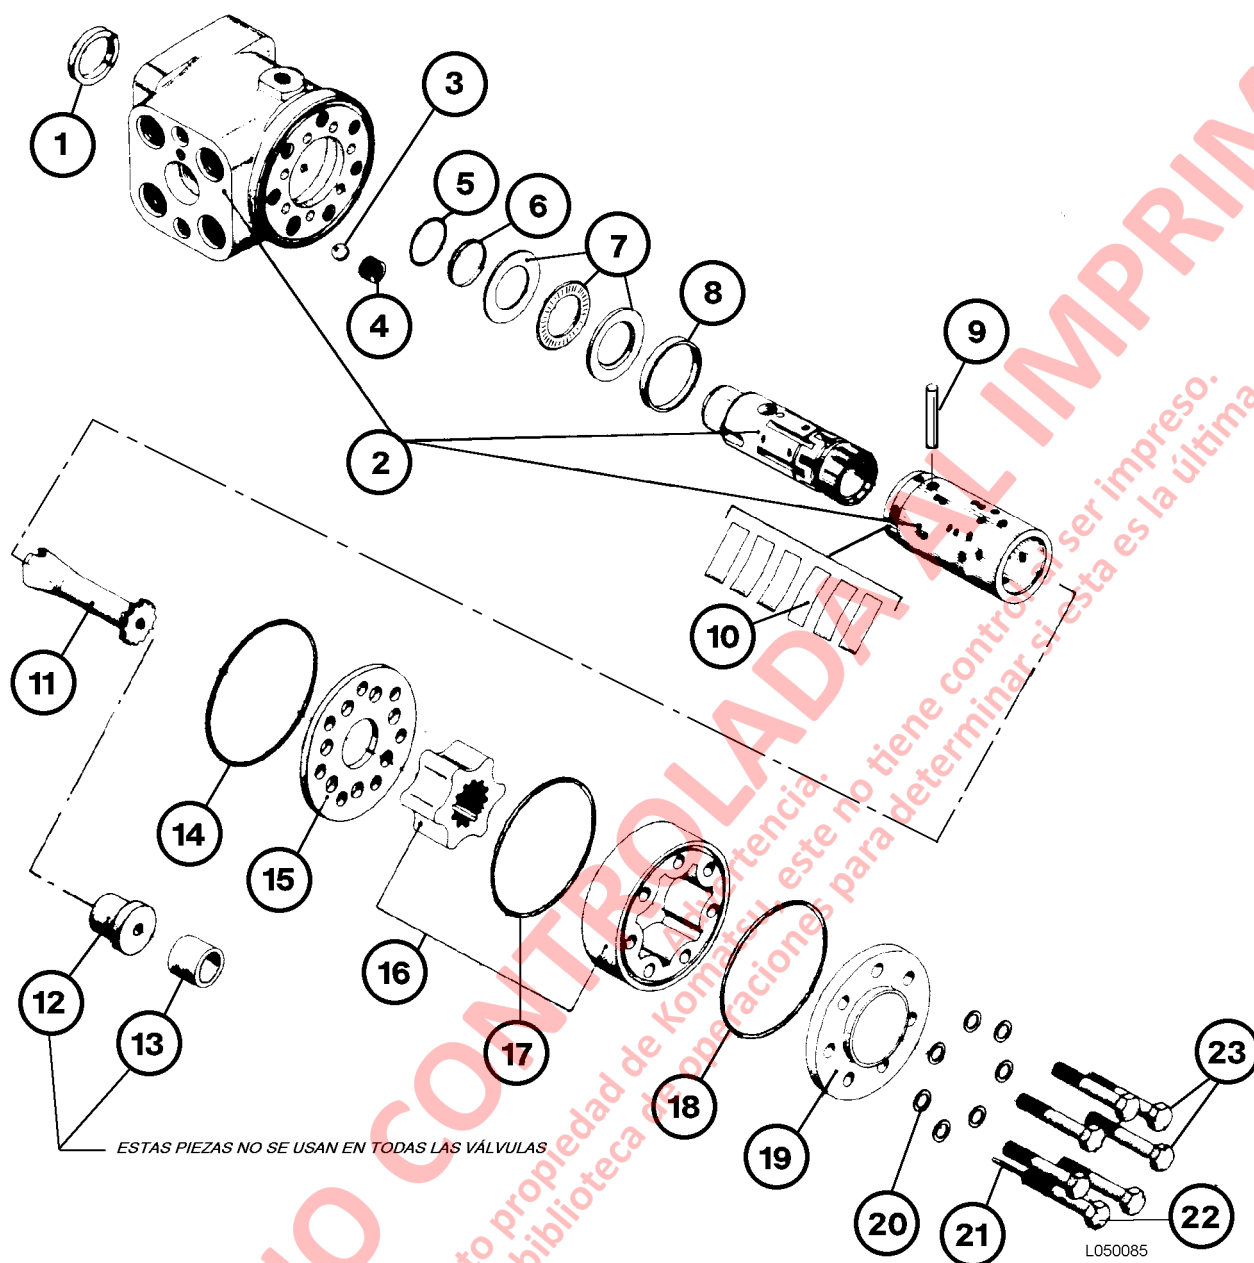

FIGURA 5-7. VÁLVULA DE CONTROL DE DIRECCIÓN
5. Retire el engranaje externo del conjunto de la rueda de engranaje (1) y la junta tórica entre el conjunto de engranaje y la placa de distribución
7. Retire el eje del cardan (11, Figura 5-7), la placa de distribución (15) y la junta tórica (14).
8. Retire los bujes roscados (4) y la bola (3).
5. Instale el pasador transversal (9, Figura 5-7).
7. Ponga el sello de polvo (1, Figura 5-7) en posición. Usando un bloque de hierro plano sobre el sello, golpeelo dentro de la carcasa.
12. Instale la placa de distribución (15, Figura 5-7) para que los agujeros de la placa coincidan con sus pares en la carcasa.
13. Dirija el eje del cardán (11) dentro de la cavidad con la ranura en el eje del cardán alineado con el pasador transversal (9).
15. Lubrique las juntas tóricas (17) y (18) en ambos lados de la rueda de engranajes externa, con jalea de petroleo e instálelas.
17. Alinee la cubierta (19), usando como referencia las marcas de calce. Instale los pernos (23) y arandelas (20).
18. Instale los pernos con pasador (22) dentro del orificio adecuado.